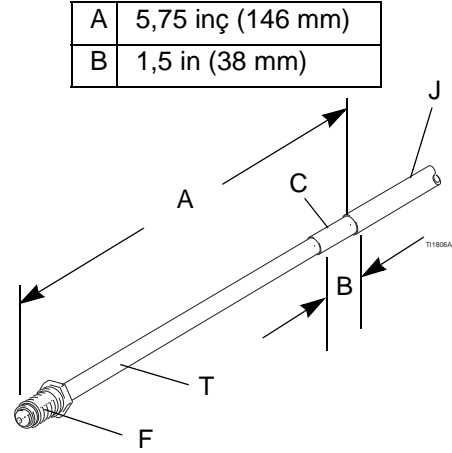

FIG. 6. Su Bazlı Hortum Boyutları
2. Su bazlı akışkan hortumunun düzgün şekilde yerleşmesi için, dışı soyulmalıdır ve FIGURE 6'da gösterilen boyutlarda monte edilmelidir. Hortumun iç tüpüne (T) dielektrik gresi uygulayın. Bağlantı elemanını (F) tüpün (T) içine kaydırın. Tabakası tüpe ulaşana kadar kancalı bağlantıyı (G) tüp içine doğru bastırın. Yeni bir Graco Su Bazlı Akışkan